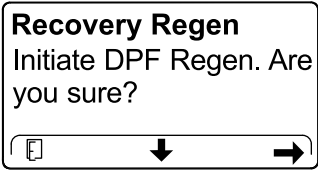

Рисунок 64
4. На экране INITIATE DPF REGEN (НАЧАЛО РЕГЕНЕРАЦИИ DPF) нажмите правую кнопку, чтобы продолжить (Рисунок 64).